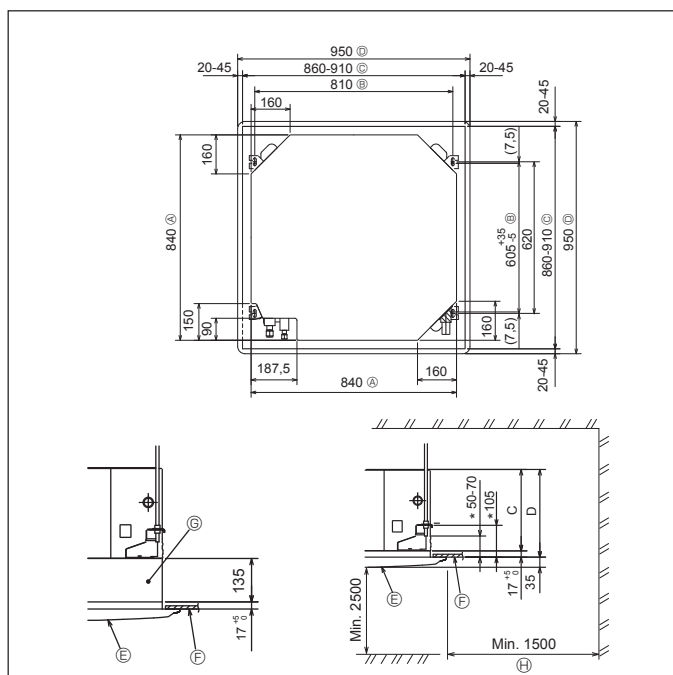

Fig. 2-2
2.2. Plafondopeningen en posities voor installatie van de ophangbouten (Fig. 2-2)
- * De afmetingen van de plafondopeningen kunnen aangepast worden binnen de begrenzingen zoals afgebeeld in Fig. 2-2; u moet dus het apparaat tegen het plafondopening centreren, waarbij u ervoor moet zorgen dat de respectievelijke tegengestelde zijden aan alle kanten van de opening hetzelfde zijn.